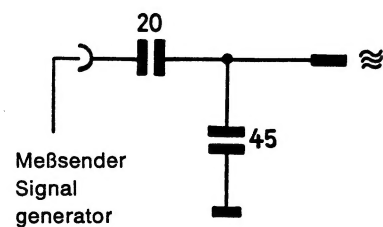

Fig. 7
- 7.6 Beim AM-Abgleich künstliche Antenne, Fig. 7, verwenden.
- 7.6 For AM alignment use dummy antenna, see fig. 7.